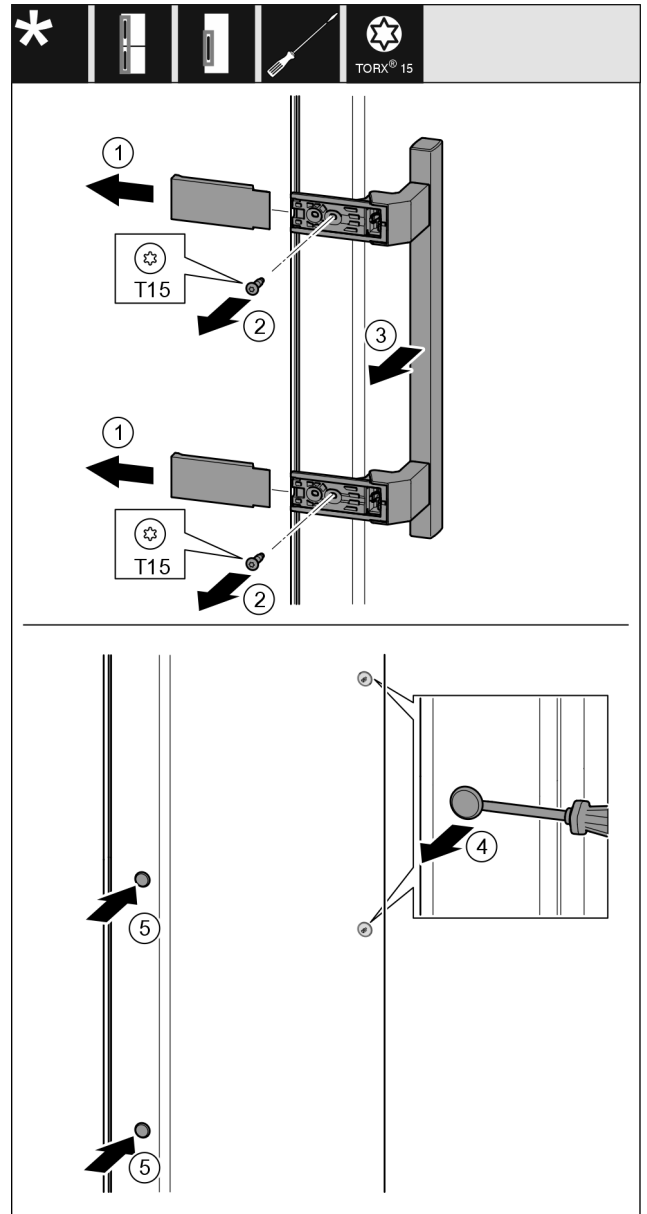

Fig. 19
- ▶ Izvucite poklopac Fig. 19 (1).
- ▶ Odvijačem odvrnite vijke Fig. 19 (2).
- ▶ Skinite ručku Fig. 19 (3).
- ▶ Odvijačem s ravnom glavom oprezno podignite bočni čep Fig. 19 (4) i izvucite ga.
- ▶ Ponovno umetnite čep Fig. 19 (5) na drugoj strani.